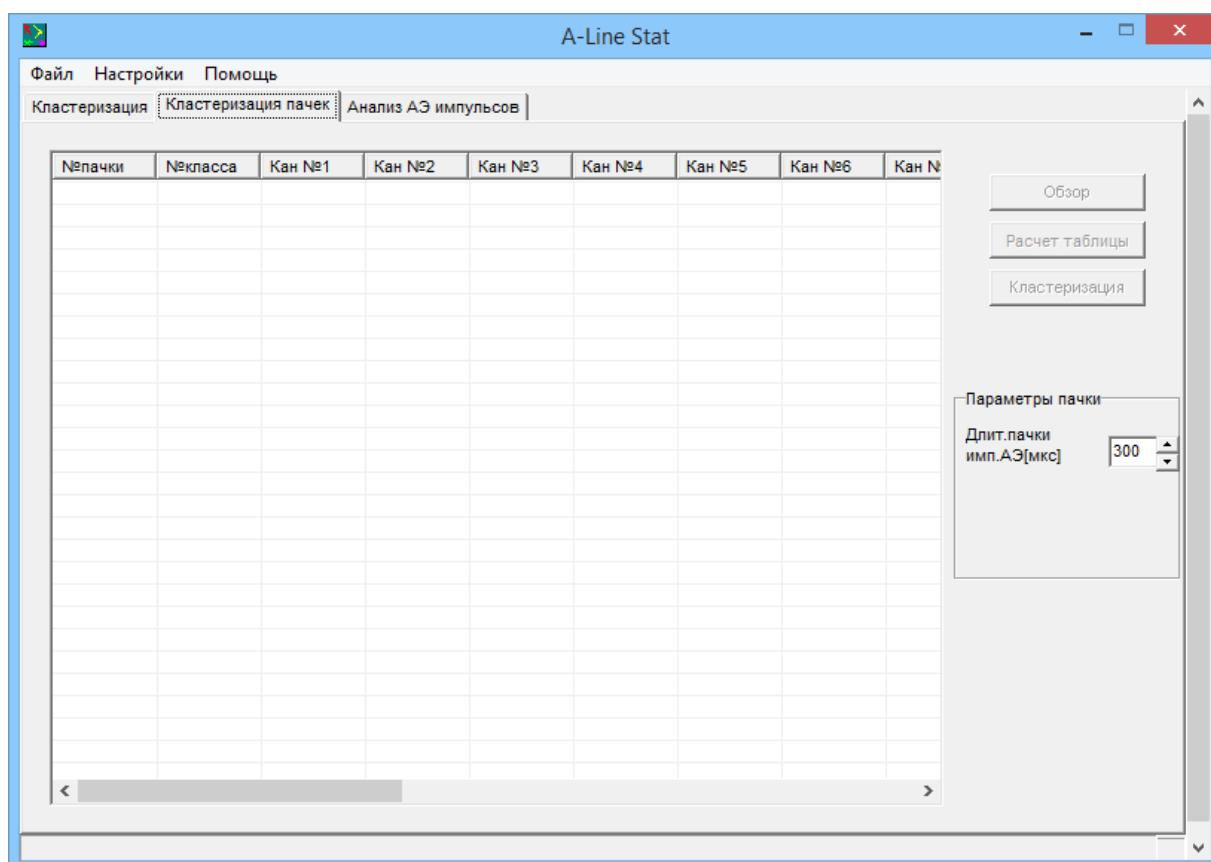

Рис. 19.2. Вкладка **Классификация пачек**
- ◊ На вкладке **Классификация пачек** (рис. 19.2) производится кластеризация данных по классам (см. разд. 20.3).